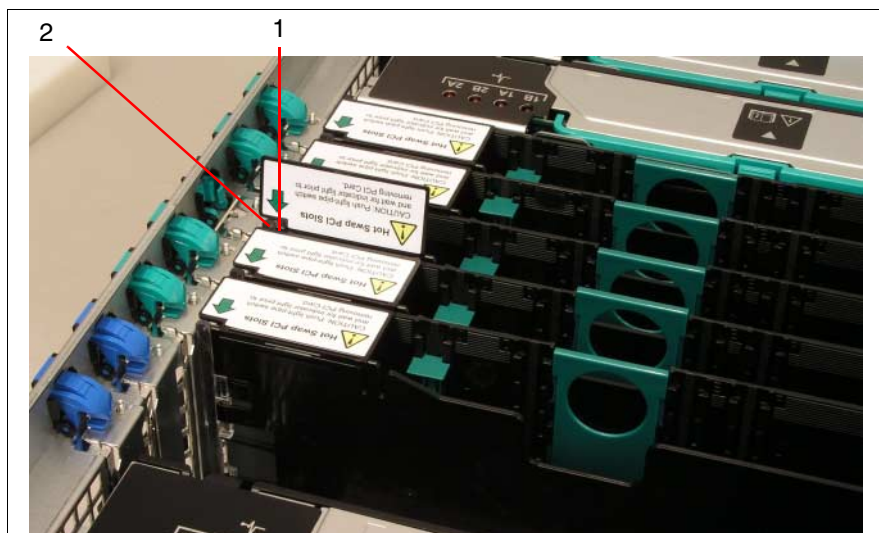

Ilustración 40: desactivar un módulo
- ▶ Pulse la tecla de disponibilidad (1, véase la ilustración 40 en la página 100).